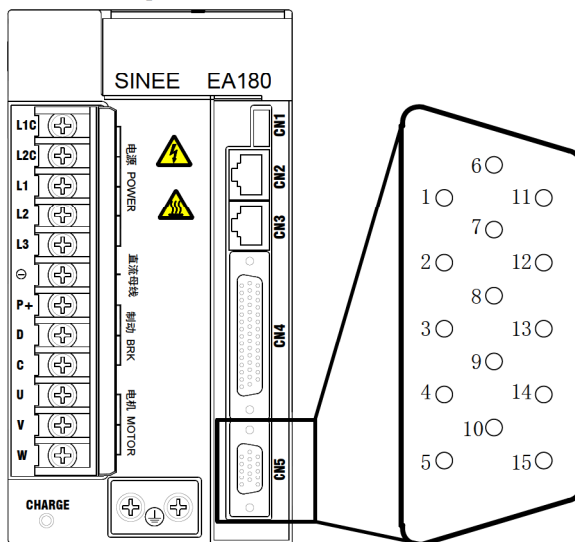

Рис. 3-4 Расположение разъема CN5
3.3.1 Разъем энкодера CN5 (DB15) показан на рис. 3-4: